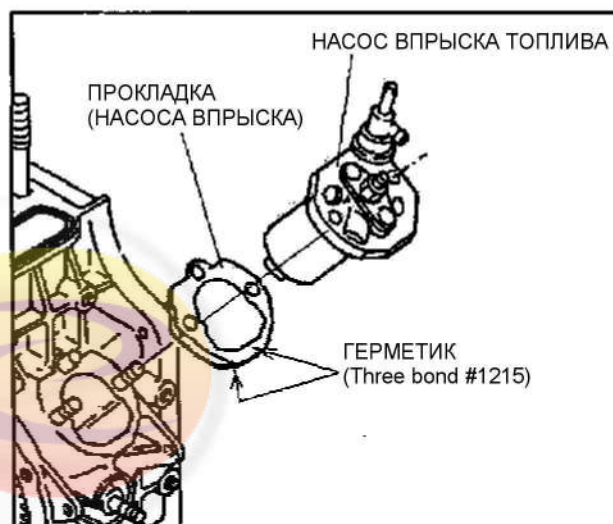

Рис. 55
- (2) Нанести герметик (THREE BOND #1215) на обе стороны прокладки насоса впрыска. (См. Рис. 55.)